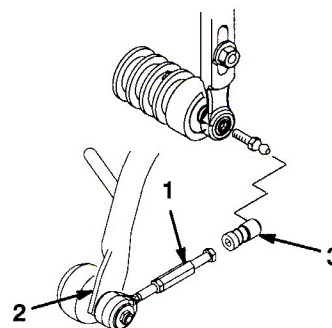

図 18
7. ボールジョイントのレシーバのスリーブを後ろにずらし、レシーバをカッティングユニットのボールスタッドに嵌め合わせる (図18)。